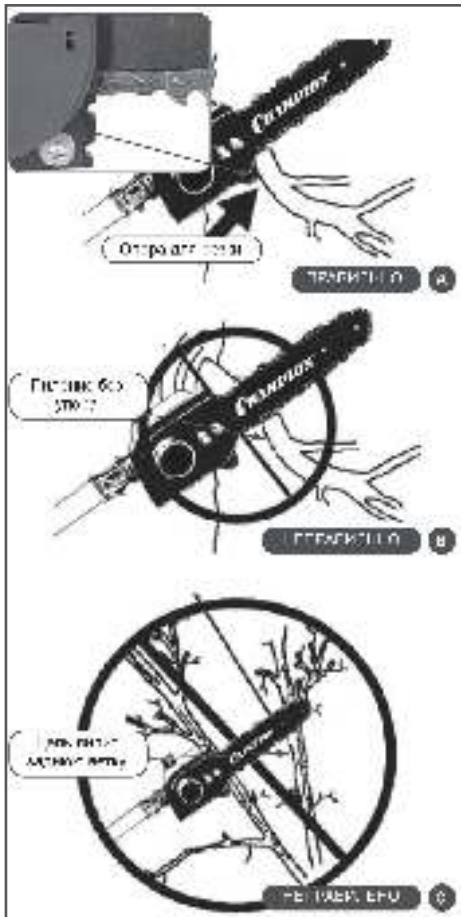

Рис. 12 Положение цепной пилы относительно ветки
6. При пилении плотно прижмите упор к спиливаемой ветке (Рис.12А). Это предотвратит биение ветки при пилении.
7. Пиление без упора может привести к биению ветки, отскоку шины и потере контроля над положением высотореза (Рис.12В).
8. Следите за ветками, которые находятся непосредственно позади спиливаемой. Если цепь заденет заднюю ветку, то возможен отскок и потеря контроля над высоторезом (Рис.12С).